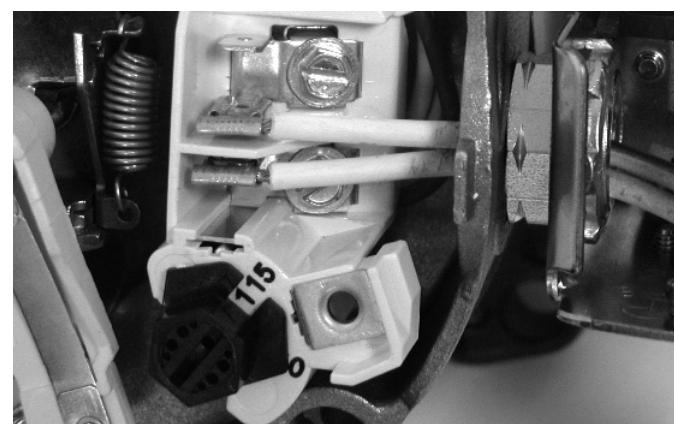

Figura 11:Tensión configurada para 115 voltios, tipo cuadrante.
2. Gire el cuadrante hacia la izquierda hasta que aparezca 115 en la ventana del cuadrante según se ilustra en la figura 11.
- Paso 1. Conecte el alambre de puesta a tierra primero según se ilustra en la Figura 11. El alambre de puesta a tierra debe ser un alambre de cobre sólido por lo menos tan grande como los alambres de suministro de corriente.
- Paso 4. Conecte los alambres de suministro de corriente al conmutador de presión según se ilustra en la Figura 11.